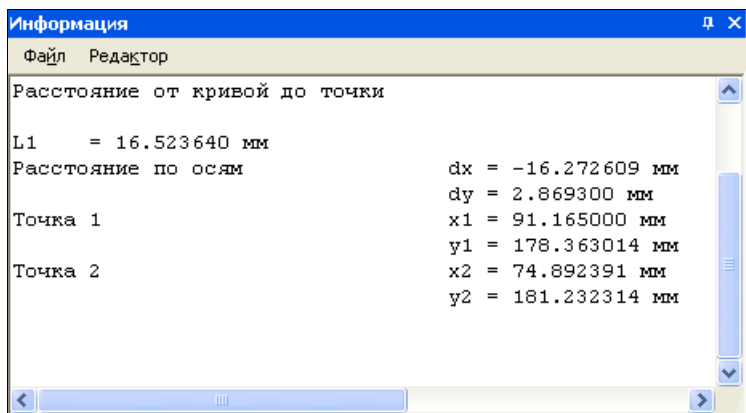

Рис. 19.5. Окно **Информация** с результатами измерения расстояния от кривой до точки
- ♦ укажите курсором точку, до которой вы хотите определить расстояние, и в диалоговом окне **Информация** вы увидите результаты измерения (рис. 19.5).